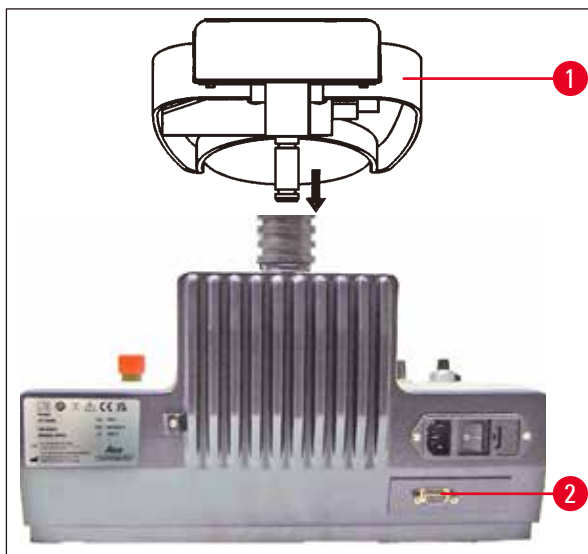

Bild. 8
- Placera det på instrumentet som visas i (→ Bild. 8).